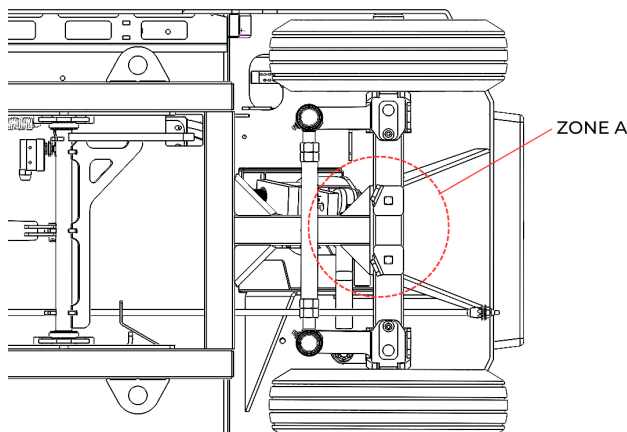

Figure 32. Zone A (soudures et tube d'essieu).
- Les soudures et le tube d'essieu (voir la zone A de la figure 32).